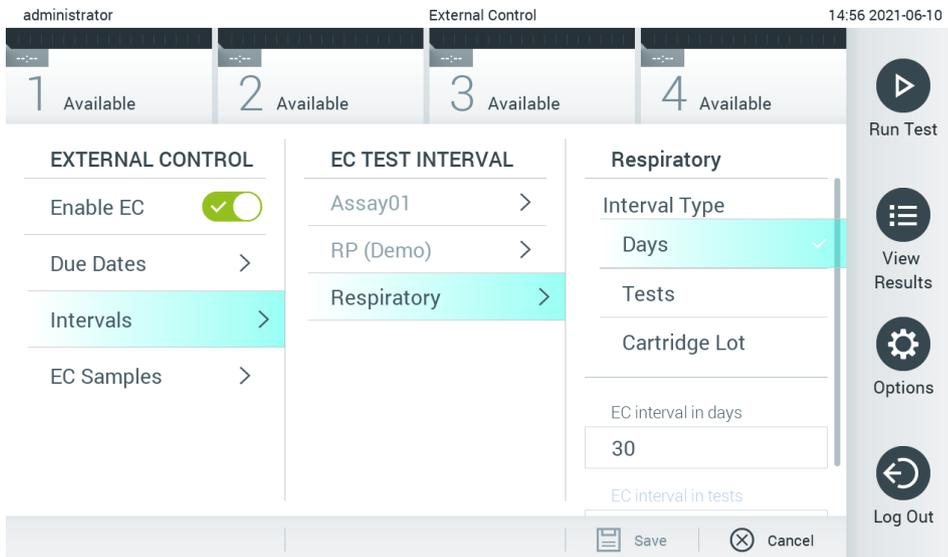

Figure 52. Écran External Control Intervals (Intervalles de témoin externe).
4. Sélectionnez **Intervals** (Intervalles), puis un dosage dans la liste pour configurer l'intervalle après. Un rappel s'affiche pour rappeler aux utilisateurs qu'un test de témoin externe doit être effectué pour le dosage sélectionné si l'intervalle est dépassé (Figure 52).